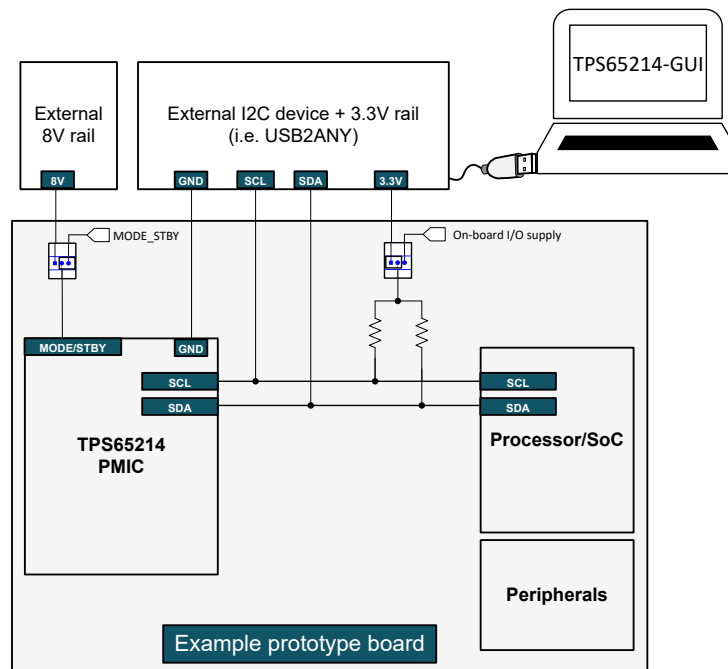

図 3-2. プロトタイプの場合
- **試作ボード:** ユーザープログラマブルな TPS6521405 NVM は、すべての電源リソースがデフォルトで非アクティブになっており、EN/PB/VSENSE ピンは FSD なしのプッシュボタンとして構成されています (PU_ON_FSD = 0x0)。このピンが VSYS にプルアップされている場合、有効な電源が VSYS に接続されているとき、PMIC はオフ (初期化状態) のままです。この構成により、電源投入時シーケンスが実行される前に NVM を再プログラミングできます。図 3-2 は、PMIC の NVM を再プログラムするためにお客様がプロトタイプ ボードに含める必要があるものを示しています。必要な部品には、GND、SCL、SDA の 3 つのテストポイントと、1x3 シングルロー ヘッドコネクタが 2 つ含まれます。ヘッドコネクタの 1 つは、プルアップ電源を外部 3.3V レールと、通常のアプリケーションで I2C ピンに電力を供給する PMIC レールとの間で切り替えできるようにする必要があります。通常の MODE/STBY 動作と、NVM プログラミング ステップで使用する外部 8V ソースを切り替えるには、追加のヘッドコネクタを設ける必要があります。